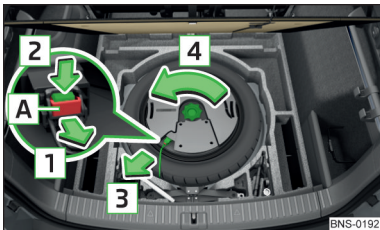

Abb. 343
- › Die Verriegelung **A** am Stecker in Pfeilrichtung **1** ziehen » Abb. 343.
- › Die Sicherungsmutter entgegen der Pfeilrichtung **4** bis zum Anschlag einschrauben » Abb. 343.